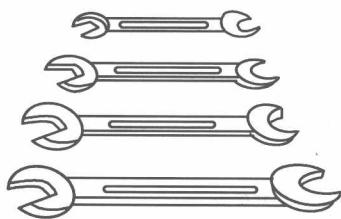
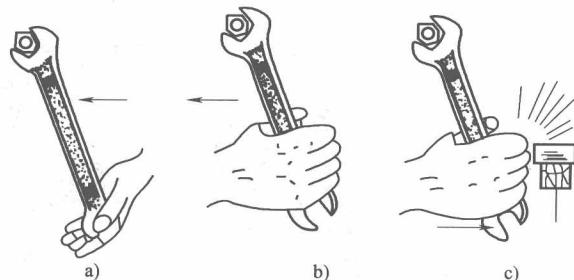

图 1-3 呆扳手
图 1-4 呆扳手的使用
- 1) 如图 1-3、图 1-4 所示，操作时应选用合适的呆扳手，呆扳手要垂直于螺栓杆身或平行于螺母头部。